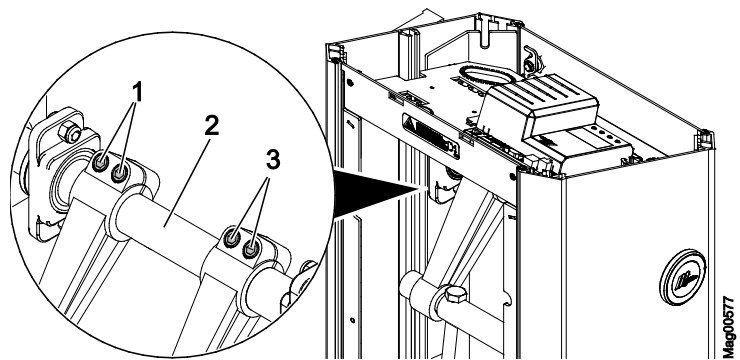

Bild 32: Lossa de inre sexkantbultarna Access XL2
- Access XXL: Se sida 75, Bild 32.